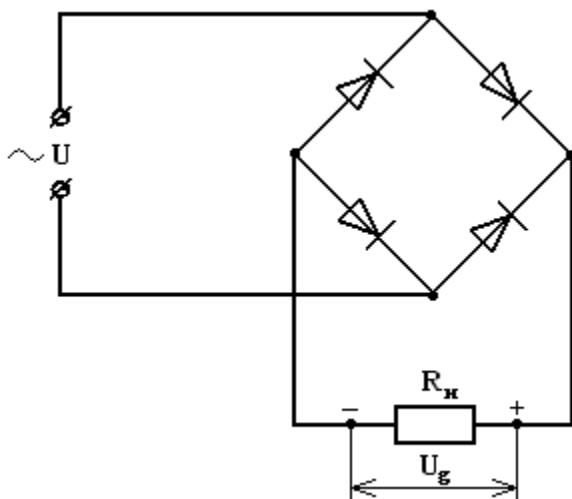

Рис.1
5. Составляем схему мостового выпрямителя (рис.1). В этой схеме каждый из диодов имеет параметры диода КД202Н;  $I_{доп.} = 1 \text{ A}$ ;  $U_{обр} = 500 \text{ В}$ .